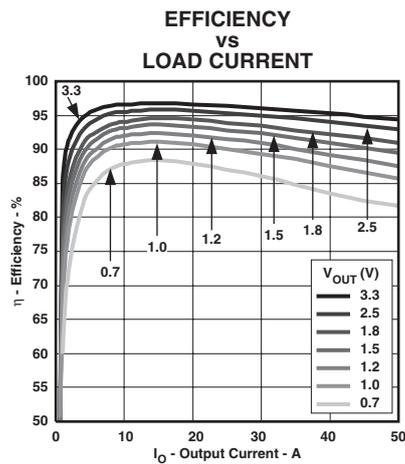
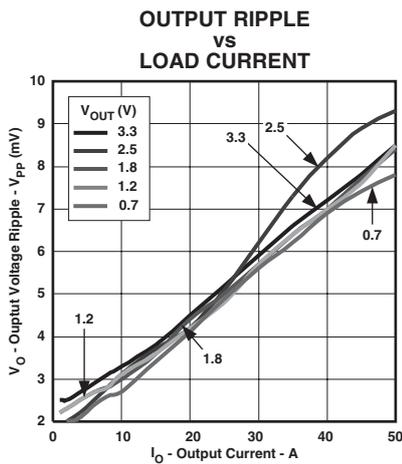
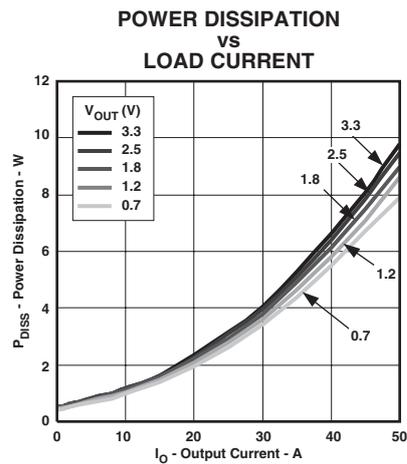

図 6
図 7
図 8
- (1) この電氣的特性データは、実際の製品を25°Cでテストして得られたものです。このデータは、コンバータの代表的なデータと考えられます。図6、図7、および図8に対して適用されます。